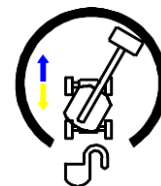

Figura 8-1 Activación de Conducción
- Gire la mesa giratoria hasta que la pluma esté en un cierto ángulo, como se muestra en la Figura 8-1.